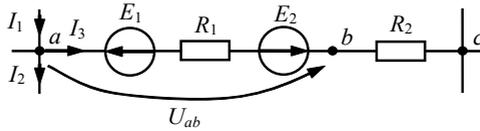

Рис. 30. Расчетная электрическая цепь к задаче 1
**Задача 1.** В заданной электрической цепи (рис. 30) определите напряжение  $U_{ab}$ , если  $E_1 = 10$  В,  $E_2 = 5$  В,  $I_1 = 5$  А,  $I_2 = 2$  А,  $R_1 = 1$  Ом,  $R_2 = 3$  Ом.